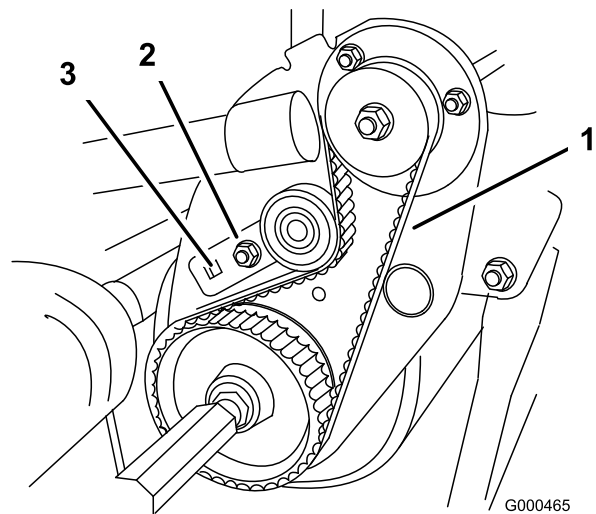

Bild 41
- B. Drehen Sie die Spannscheibenhalterung mit einem 3/8-Zoll-Drehmomentschlüssel mit 3,9 bis 4,5 Nm an, um die Riemen Spannung einzustellen (Bild 41). Halten Sie die Einstellung des Drehmomentschlüssels und ziehen Sie die Befestigungsschraube an der Spannscheibenhalterung an. (Die Scheibe wird eingesetzt, um ein Rutschen des Riemens zu vermeiden.) Ziehen Sie den Riemen nicht zu fest an.